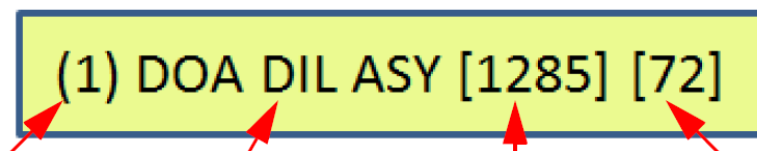

Figura 1.5
- 7.1.16.1 "NO", si los reactivos ya están en el carrusel refrigerado (sólo va a realizar inventario). Al hacer clic en el cuadrado de los paneles se puede comprobar el kit en uso y cuántas pruebas tiene (figura 1.5), el primer número es la posición en el carrusel, el segundo el nombre del reactivo, el tercero el lote y por último la cantidad de pruebas disponibles.